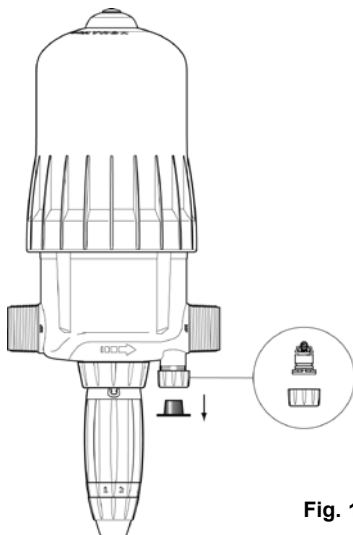

Fig. 11
- Het herstelt automatisch de atmosferische druk in het systeem in geval van een onvoorziene drukverlaging* (Fig. 11). Het gebruik van het apparaat valt onder de geldende gezondheidsvoorschriften van het land.